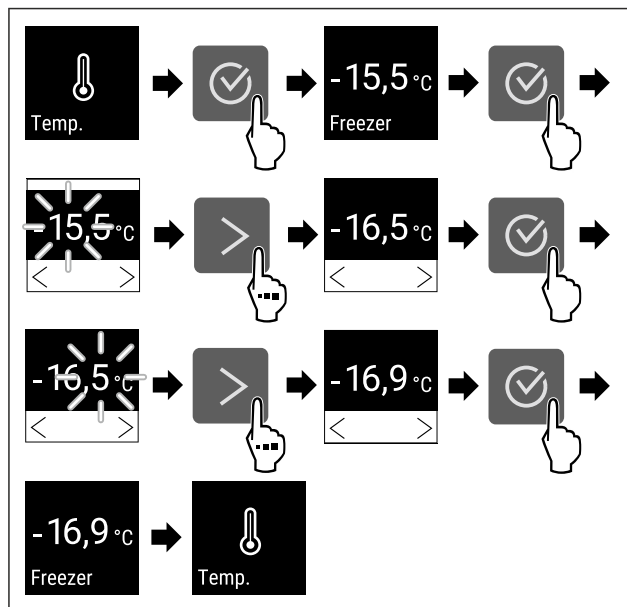

Fig. 65 Temperaturskift fra -15,5°C til -16,9°C
- Udfør handlingstrinene (se Fig. 65).